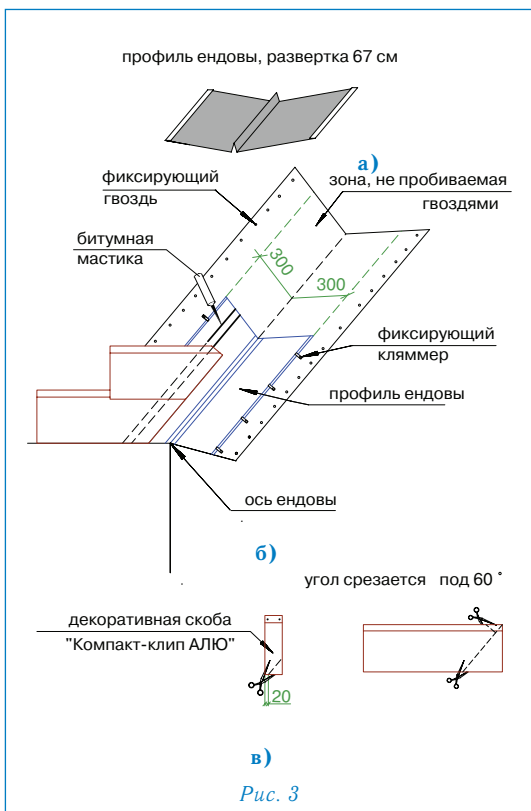

Рис. 3
Ендова (рис. 3)
- ровно по центру ендовы устанавливается профиль ендовы (развертка 67 см) (рис. 3а);
Внимание: 1. Необходимо также подрезать верхний уголок обрезанного края листа (см. рис. 3в) для правильного стока воды.
4. В случае, если скоба «Компакт-клип АЛЮ» приходится на место обреза листа, можно либо обрезать накладку, оставив минимум 2 см в нижней части (рис. 3в), либо произвести укладку листов без использования накладки.